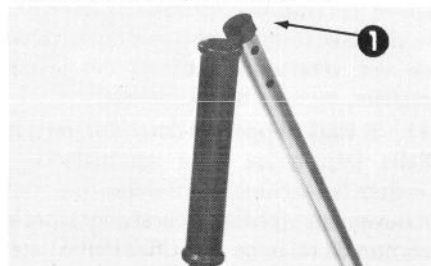

Figure 1
2. Enlevez et jetez le tampon de protection qui se trouve dans la partie supérieure du manche (Fig. 1).